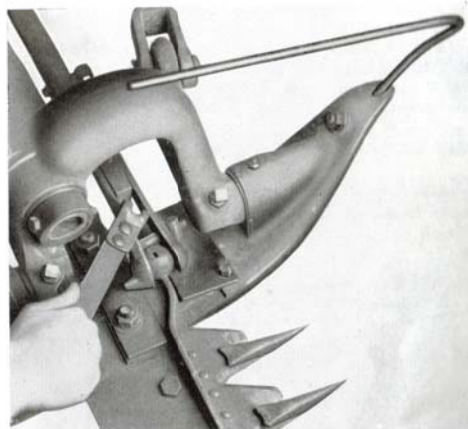

Fig. 15
- Dégager la bielle de la rotule de la lame. Pour cela, libérer la clé ressort et la tourner d'un quart de tour. Se servir ensuite de cette clé pour écarter les demi-coquilles (fig. 15) après avoir desserré l'écrou cylindrique.
— Côté barre de coupe: dégager la clé ressort et la tourner d'un quart de tour. Se servir ensuite de cette clé pour écarter les demi-coquilles comme le montre la figure 15. Sortir ensuite la lame.